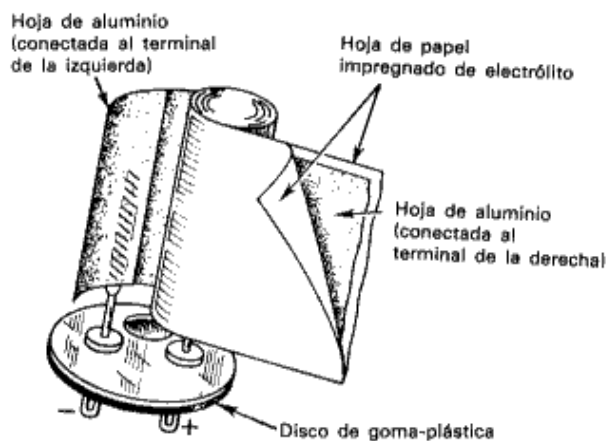

Figura 13. Detalle de condensador electrolíticos.
- 1) **Electrolíticos:** Tienen el dieléctrico formado por papel impregnado en electrólito. Siempre tienen polaridad, y una capacidad superior a $1 \mu\text{F}$. En la Figura 12 observamos claramente que el condensador nº 1 es de $2200 \mu\text{F}$, con una tensión máxima de trabajo de 25 V. (Inscripción: $2200 \mu / 25 \text{ V}$). En la Figura 13 a la izquierda vemos un esquema de este tipo de condensadores y a la derecha vemos unos ejemplos de condensadores electrolíticos de cierto tamaño, de los que se suelen emplear en aplicaciones eléctricas (fuentes de alimentación, etc.).